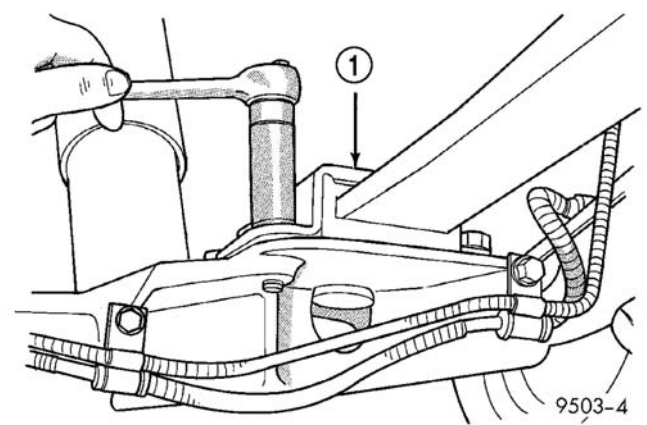

图 33 板簧挡板螺栓
- (4) 将 2 个支承架定位在车桥外端下面，抬高车桥至能够从后簧中移出。
- (5) 从后桥上松开并卸下板簧挡板螺栓（图 33）。
(6) 验证板簧减震垫在板簧挡板上正确入位。
(7) 将板簧挡板安装在板簧上（图 33）。
(8) 安装板簧挡板螺栓（图 33）。紧固螺栓至 $95 \text{ N} \cdot \text{m}$ (70 ft.lbs.) 的扭矩。
(9) 安装下减振器螺栓。此时不要紧固。
(10) 移走桥下的千斤顶。
(11) 降下车辆并移去举升臂和车下的木块。